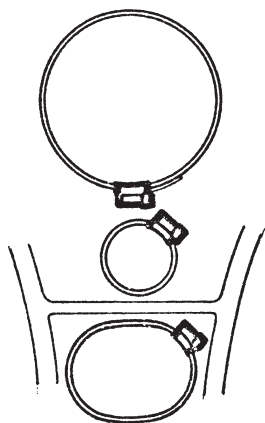

Fig. 55. Rätt läge för slangklammorna
5. Träd på bälgen för kardanknuten på övre växelhushets hals. Kontrollera omsorgsfullt att bälgen är rätt monterad samt skjut på slangklammorna och drag denna med åtdragningsskruven på bälgens undersida, se fig. 55.
6. Hög upp drevet med hjälp av hydraullyften (eller för hand innan lyftgaffeln är kopplad). Häng på slangklammorna för kylvattenslangen och avgasbälgen samt anslut dem samma. Slangklammorna skall vridas så att åtdragningsskruvarna får ett sådant läge som fig. 55 visar. Vrid drevet till fulla lägen och kontrollera att åtdragningsskruvarna ej kommer i kontakt med vare sig drev, sköld, bälgar eller manöverkabel. Justera vid behov och släpp ner drevet.